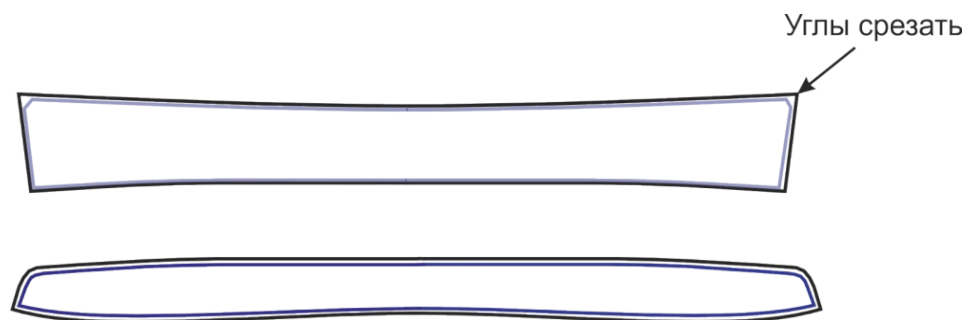

Рисунок 1. Схема дублирования воротника и стойки
1. Продублируйте верхний и нижний воротники, а также стойки верхнего и нижнего воротников (Рис. 1). Уголки воротника дублировать не нужно, для облегчения вывёртывания.